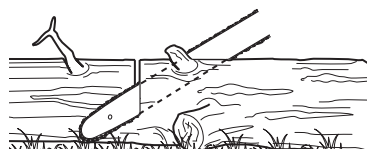

Fig.33
1. Pour une coupe plus facile, respectez les principes de base suivants : si le tronc est surélevé sur toute sa longueur (Fig. 33), coupez-le par le dessus.